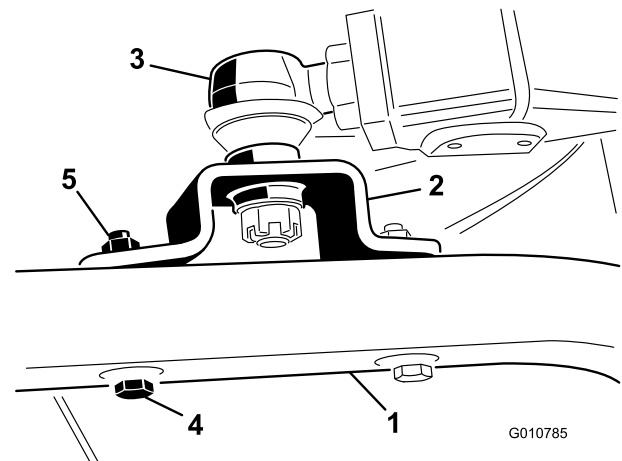

Figura 6
5. Aperte a grande porca que prende a rótula esférica ao braço de elevação (Figura 6).